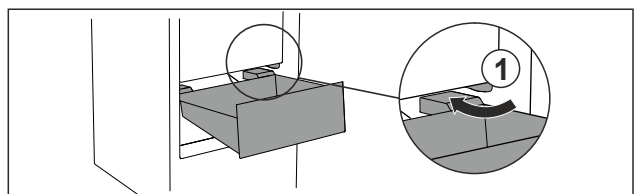

Fig. 65
- ▶ Schubfach schräg um die Stopper Fig. 65 (1) herumführen.